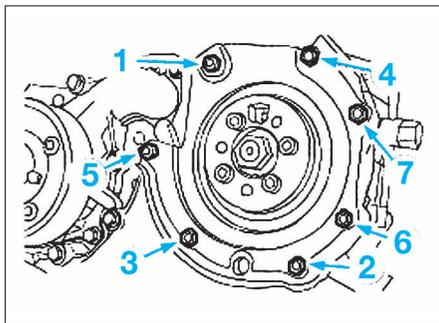

FIG. 21
- Poser un logement avec une bague d'étanchéité neuve de pompe d'injection, puis serrer les vis dans l'ordre indiqué (Fig.21) au couple de 1 daN.m.